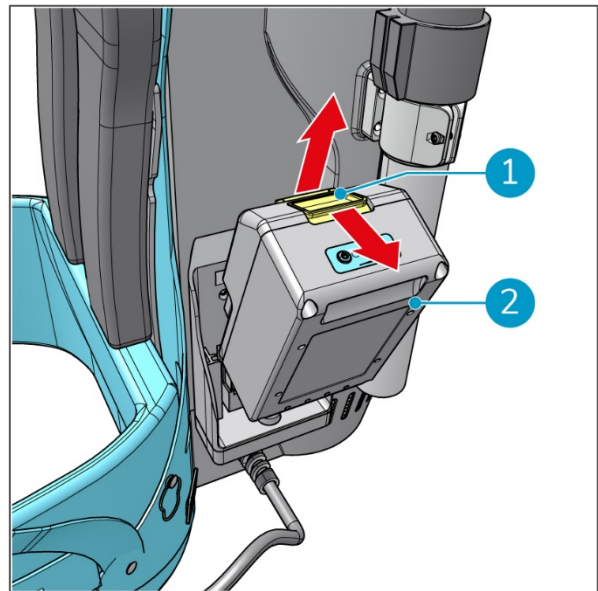

Figura 20
1. Pulsa el botón amarillo de la batería (Figura 20, pos. 1) para desbloquearla.
2. Extrae la batería (Figura 20, pos. 2).